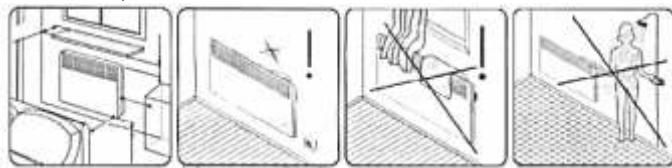

Рис. 2
**Установка конвектора на стену (рис. 2, 3)** - размеры указаны в миллиметрах.
3. В соответствие с рис. 2,3 и таблицей 2 определите место установки конвектора с соблюдением минимальных расстояний от предметов и минимального расстояния от пола.